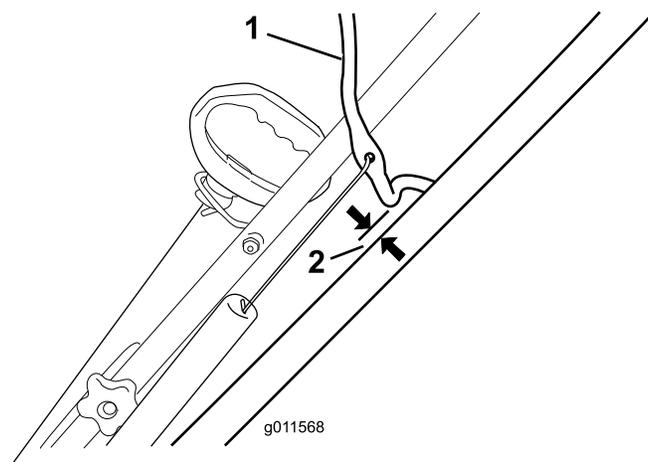

Figura 9
Tirate la barra di comando indietro, contro la stegola, per eliminare il gioco presente sul cavo di comando (Figura 9).
**Nota:** Accertatevi che tra la barra di comando e la stegola vi sia una distanza compresa tra 2 e 3 mm (Figura 9).